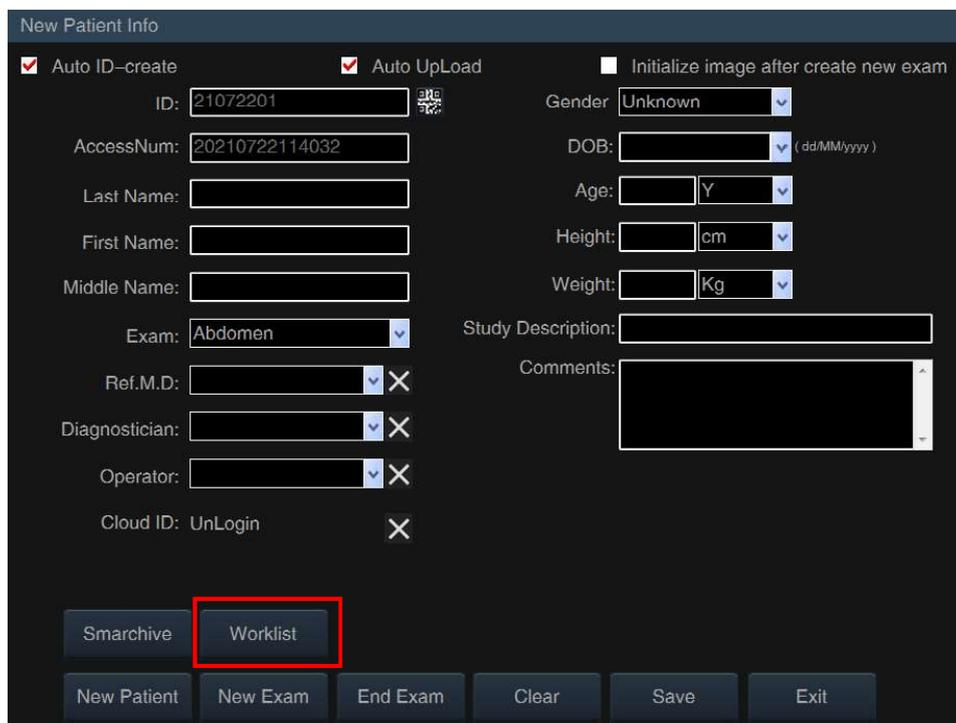

Fig. E-15 Tela Novas Informações do Paciente
- 1) Pressione ID no painel de controle do sistema de ultrassom para abrir a tela **New Patient Info**, como mostrado na Fig. E-15.